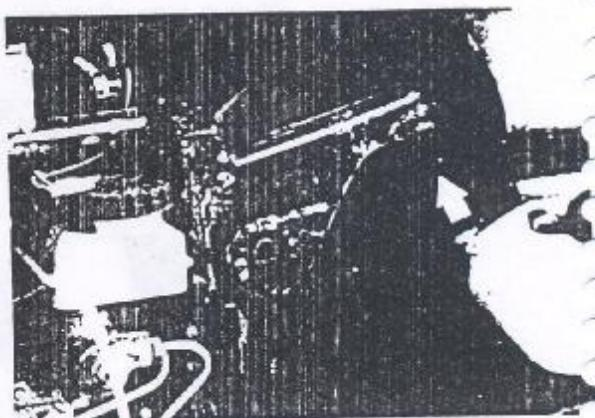

Figura 4.07.5 - Batente do braço superior da suspensão
6. Remover, caso necessário, o batente da borracha do braço superior da suspensão (Figura 4.07.5).
3. Instalar o balente de borracha do braço superior da suspensão, caso tenha sido removido (Figura 4.07.5).